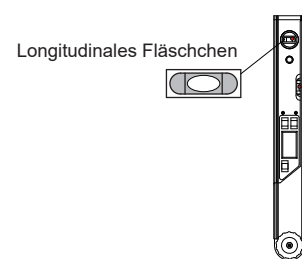

Abb.2
- b. Prüfung in Längsrichtung (Abb. 2).